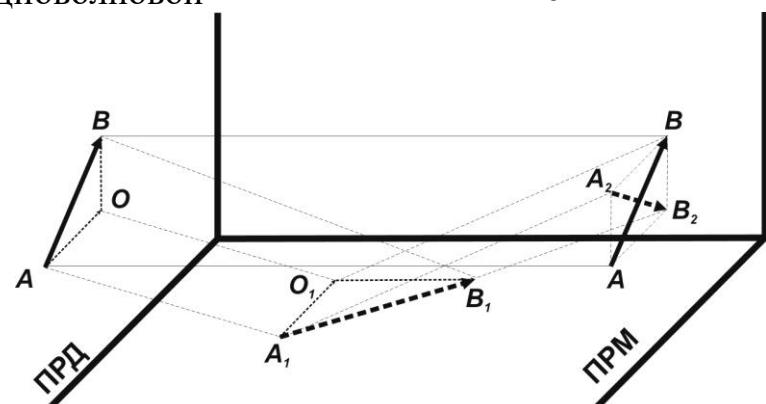

Рис. 6.3
6.1.1.2 Установка БПРМ и БПРД вертикально относительно поверхности земли (рис. 6.2) соответствует наклонной ориентации вектора поляризации антенн. Принцип работы извещателя с наклонной ориентацией вектора поляризации запатентован («Радиоволновой способ обнаружения объектов», Патент РФ №2348980). Плоско поляризованное электромагнитное поле (чувствительная зона) формируется между БПРД и БПРМ в виде вытянутого эллипсоида вращения, причем вектор поляризации АВ формируется под углом $\approx 45^\circ$ по отношению к прилегающим поверхностям (земле, заграждению и др., рис. 6.3). Отраженные от